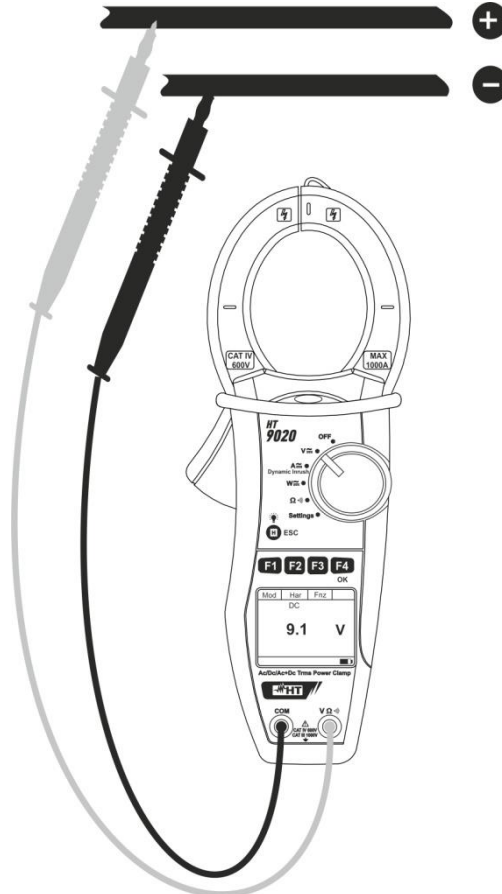

Fig. 5: Medição de Tensões CC
4. Inserir o cabo vermelho no terminal de entrada **VΩ·))** e o cabo preto no terminal de entrada **COM** e colocar as ponteiros nos pontos pretendidos do circuito em exame (ver Fig. 5)